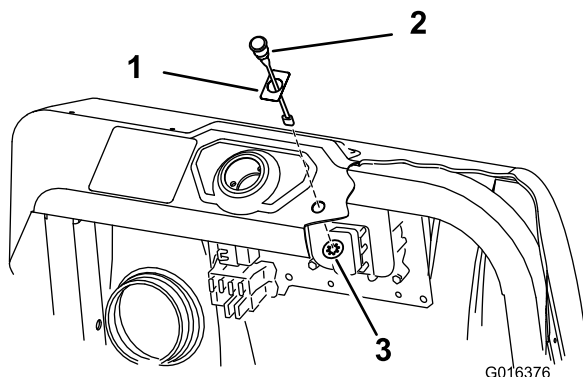

Bild 16
- Setzen Sie die Lampe in das Armaturenbrett ein und befestigen sie mit der Druckmutter von unten (Bild 16).
- Kleben Sie das Schild 94-8582 über das Lampenloch im Armaturenbrett (Bild 16).